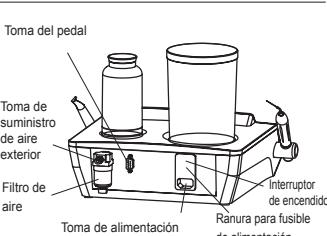

Figura 2. Vista posterior
- 2.6.6 Apague el interruptor de encendido, conecte el cable de alimentación a la toma de corriente situada en la parte posterior de la unidad principal y, a continuación, conecte la corriente según se muestra en la figura 2.